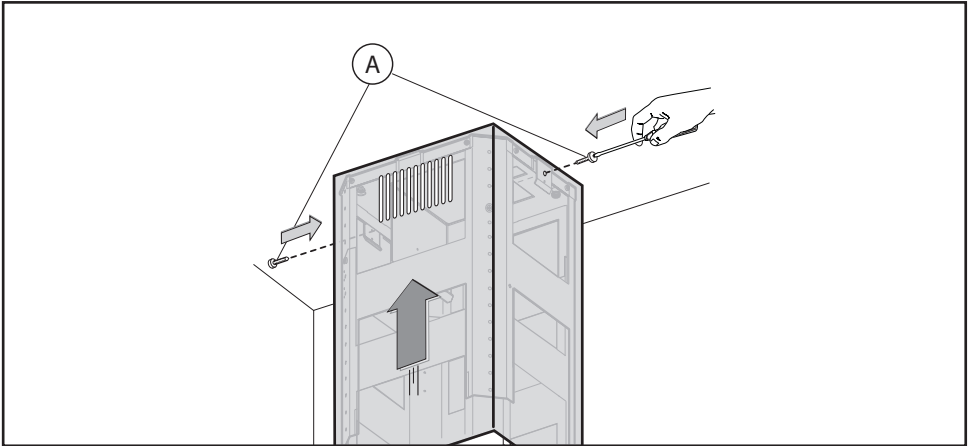

Fig.9
- Die obere Teleskopverschalung mit den 2 Schrauben **A** am Trägersupport befestigen (**Abb.9**). Die untere Teleskopverschalung mit der oberen verbinden und diese sorgfältig mit Klebeband **L** befestigen (**Abb.10A**).